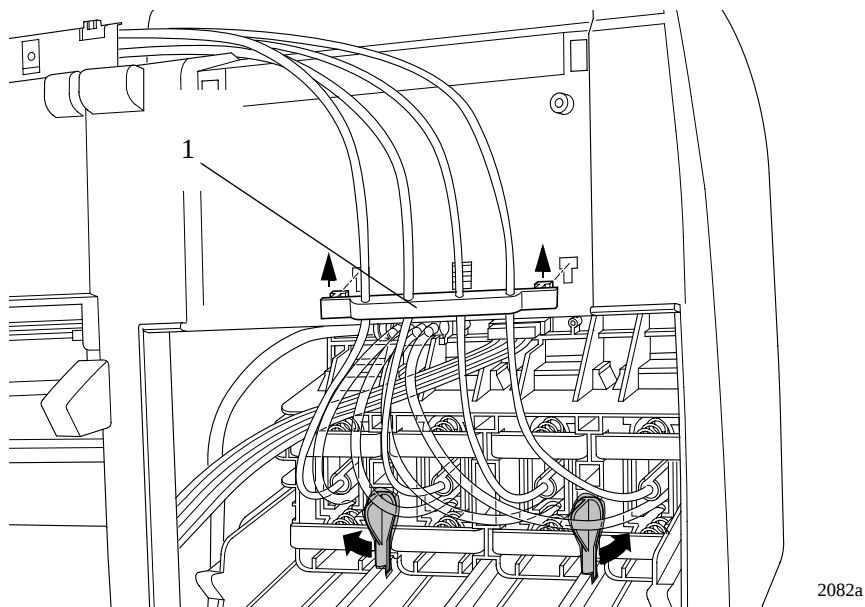

図 57 : リア チューブ グリップ
- 8 左側カバー背面のチューブホルダ (部品1) を押し上げて外します (図57参照)。